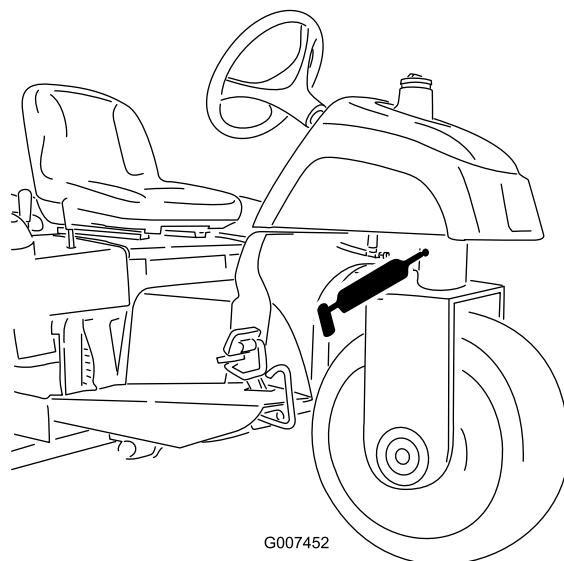

Рисунок 23
- Шарнир поворотного кулака (Рисунок 23)
**Примечание:** Для утопленной пресс-масленки на шарнире поворотного кулака (Рисунок 23) требуется переходник к смазочному пистолету. № по каталогу 107-1998 для заказа у местного официального дистрибьютора компании Того.